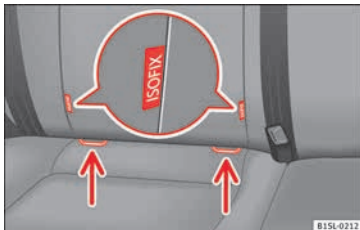

Abb. 26 Am Fahrzeugsitz: Kennzeichnungsvarianten der unteren Kindersitzverankerungspunkte.
- Kindersitz in Pfeilrichtung auf die Halteösen » **Abb. 26** stecken. Kindersitz muss sicher und hörbar einrasten.
- Kindersitz auf die Sitzfläche stellen und die Haken der Befestigungsgurte in die Halteösen einhängen » **Abb. 26**.